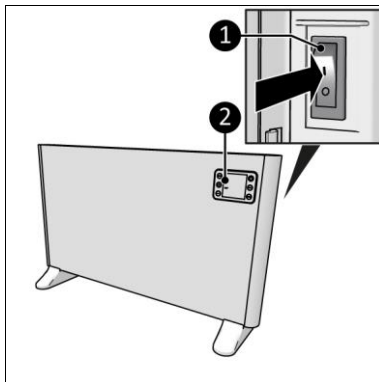

Abbildung 16
1. Stellen Sie den EIN/AUS-Schalter auf EIN (Abbildung 16, Pos. 1).
2. Das Display (Abbildung 16, Pos. 2) zeigt AUS an.